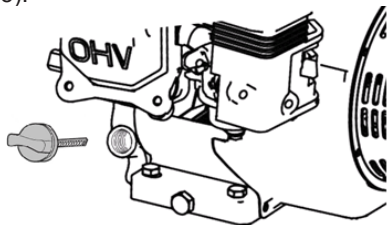

Рис. 5 Крышка-щуп маслозаливной горловины
2. Выкрутите крышку-щуп маслозаливной горловины и извлеките щуп (Рис. 5).
2. Выкрутите крышку-щуп маслосаливной горловины и извлеките щуп (Рис. 5).